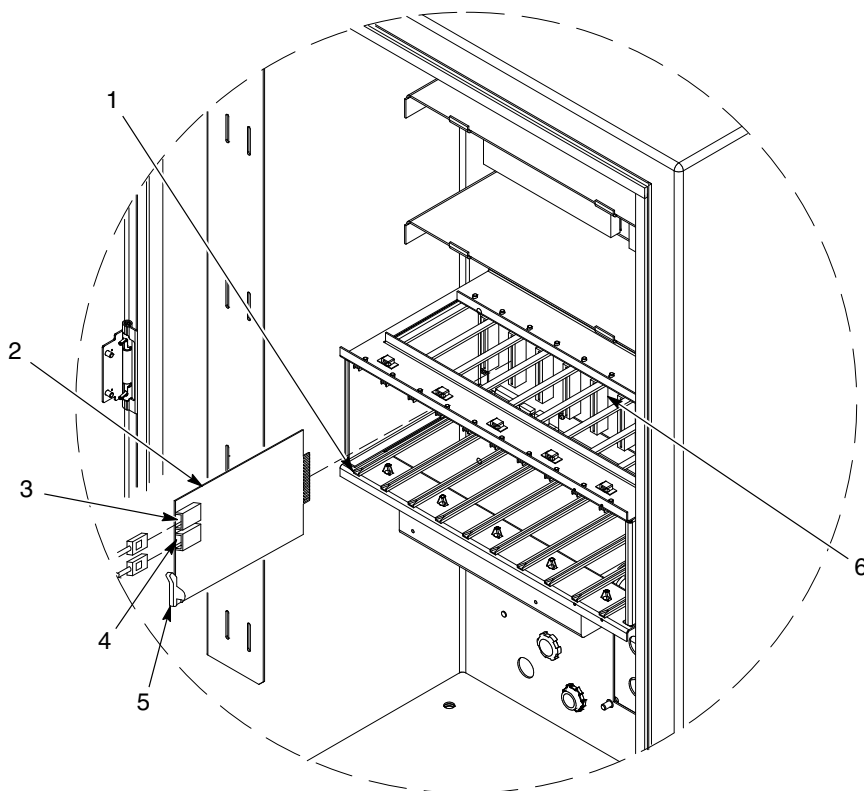

Рис. 5-3 Замена платы управления распылителями
См. рис. 5-3. Платы управления распылителями (2) установлены в стойке плат слева направо. Каждая плата управляет двумя распылителями: нижний разъем платы предназначен для распылителя с нечетным номером, а верхний для распылителя с четным номером.